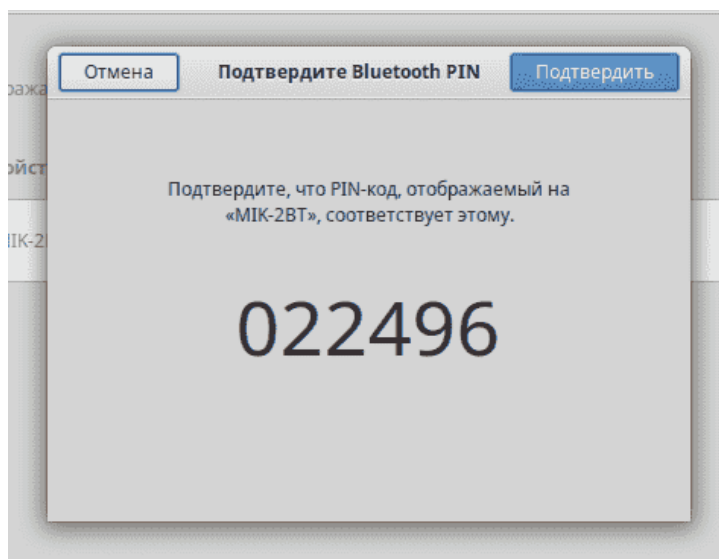

Рисунок 8 – Подтверждение сопряжения
Из списка обнаруженных устройств выбрать устройство MIK-2BT. Отобразится окно подтверждения сопряжения (рисунок 8).
**ЭТО МЕСТО НАДО ОБСУДИТЬ!** Сообщение в окне системное или зашито в коде (рисунок 8)? Как проверить пин на устройстве?